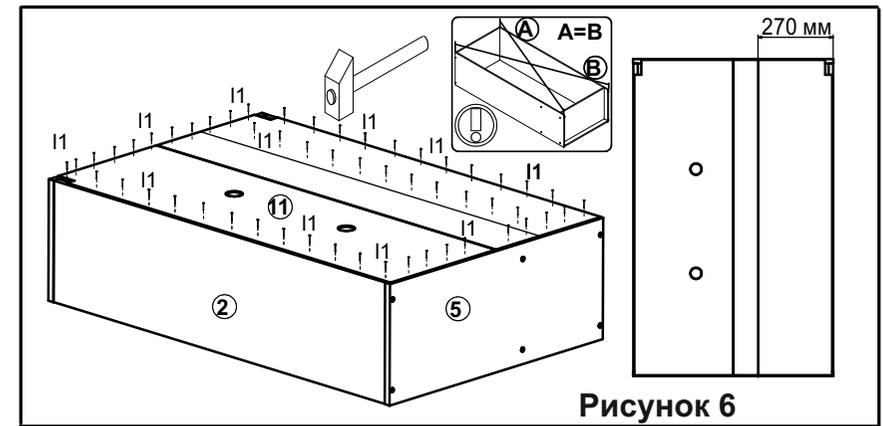

Рисунок 6
11. Положить корпус шкафа настенного фасадными кромками вниз на ровную поверхность и выровнять его, измеряя рулеткой расстояние между противоположными углами по диагонали. Расстояния должны быть равными. Закрепить стенку заднюю **11** на корпусе изделия при помощи гвоздей **l1** (см. рис. 6).